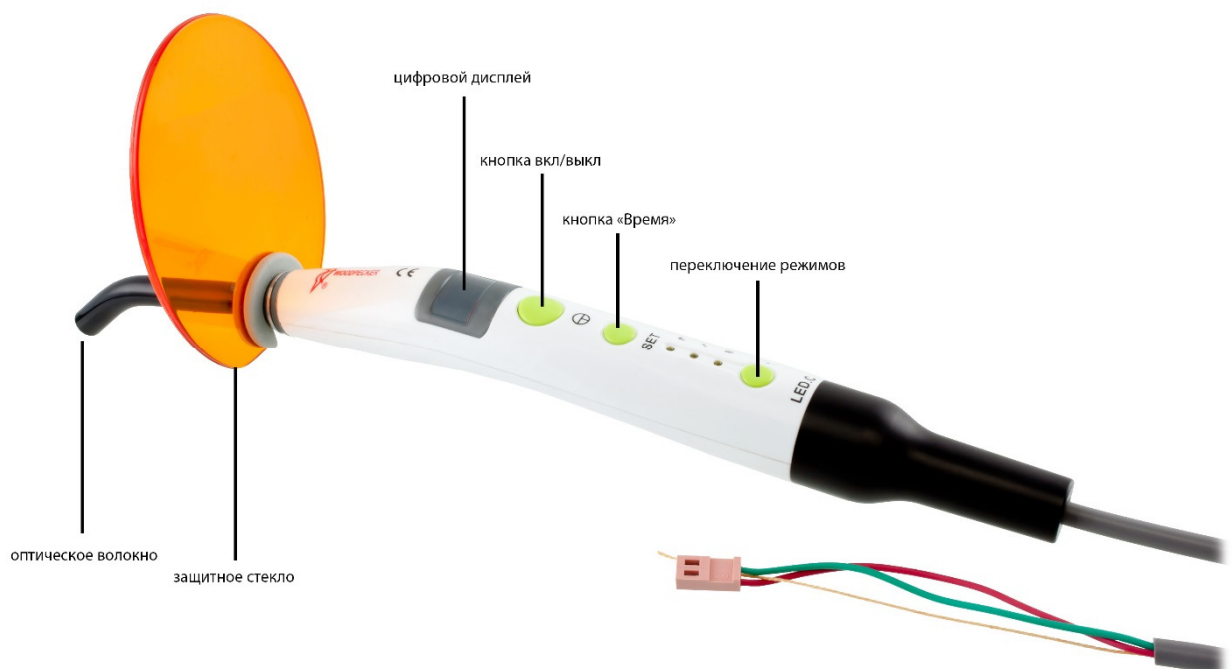

Рисунок 1
LED.C состоит из светодиода высокой мощности, оптического волокна и основного блока. (Рис. 1)
5.3 Установите защитный экран как показано на Рис. 1